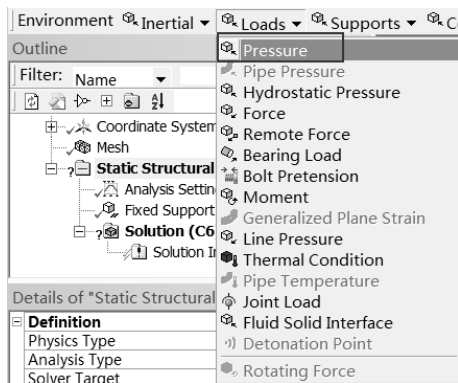

图 14-62 添加压力载荷
Step4：同 Step3，选择 Environment 工具栏中的 Loads（载荷） Pressure（压力）命令，此时在分析树中会出现 Pressure 选项，如图 14-62 所示。